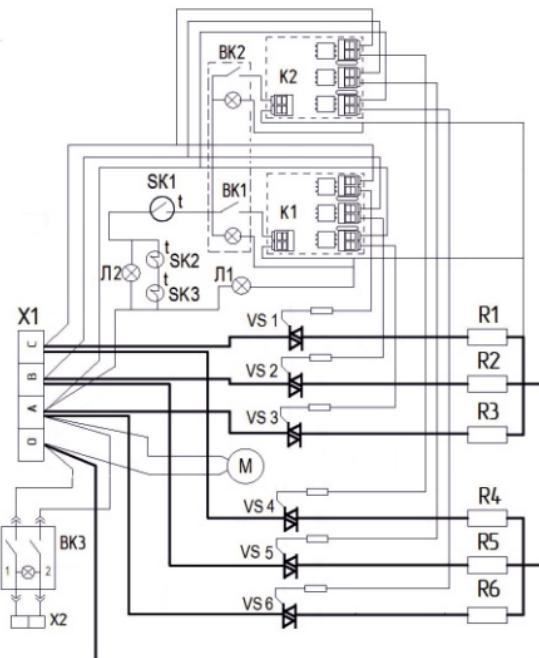

Рис.3 - Электрическая схема ЭВП-24; ЭВП-30; ЭВП-36
* При работе водонагревателей в 3х фазной сети для возможности регулирования мощности нагрева включением (отключением) 2-ой и 3-ей фаз допускается подключение к электросети осуществлять через 1-фазные автоматические выключатели соответствующей мощности. При этом для сохранения работоспособности ЭВП не допускается установка 1Ф выключателя в 1-ую фазу (фаза А, см. схему, рис. 3).
Электрическая схема водонагревателей представлена на рис. 3.
18 кВт, 36 кВт для ЭВП-36 (рис. 3).